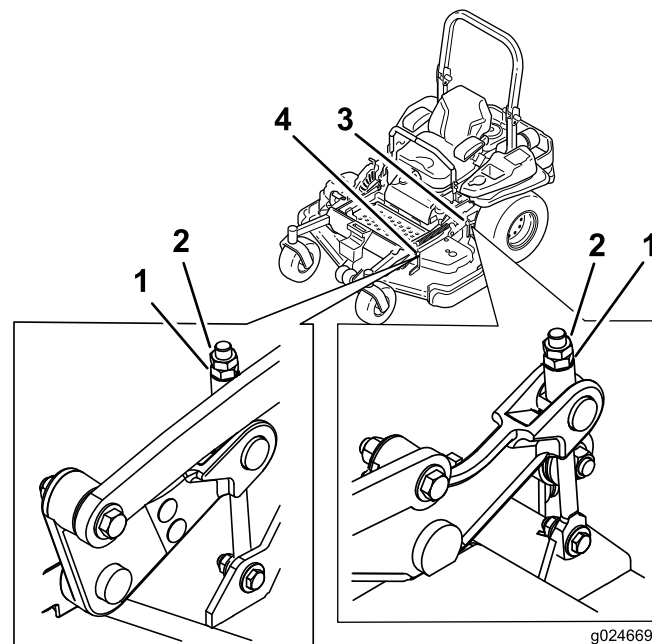

Figure 84
9. Au besoin, ajustez précisément le serrage de l'écrou de réglage de relevage du plateau avant (voir Figure 84).
15. Ajustez précisément la vis de réglage en la tournant de manière à obtenir une hauteur de 8,3 mm (Figure 84).